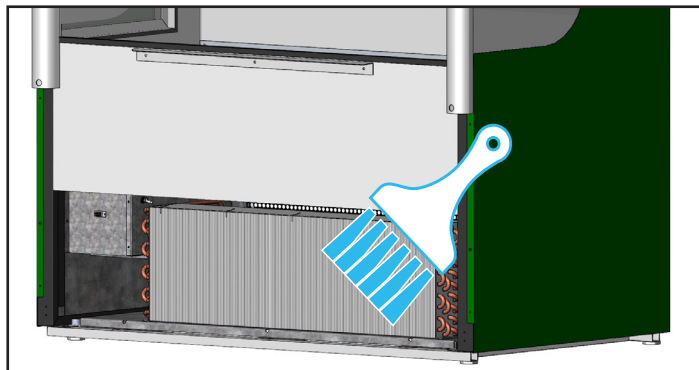

Fig. 4. Ne passez jamais la brosse au travers des ailettes de la batterie.
3. Avec une brosse à poils raides, nettoyer soigneusement les débris accumulés sur les ailettes du serpentin de condenseur avant. Voir Fig. 4.